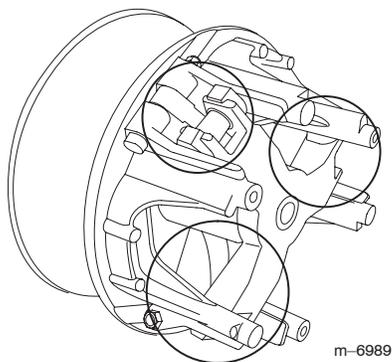

Figura 53
6. Lubrificate le parti in movimento nelle zone contrassegnate da un cerchio nella Figura 53, utilizzando l'aerosol lubrificante a secco Toro (Dry Lubricant Spray) reperibile dal rivenditore o distributore autorizzato Toro di zona.